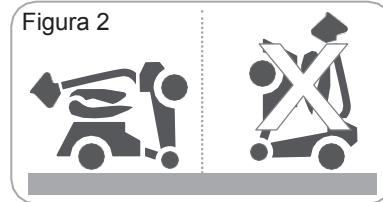

Figura 1
- El freno no funciona cuando el scooter está en posición de plegado y de pie. No coloque el scooter plegado de pie en una pendiente para evitar su desplazamiento y el riesgo de lesiones (Figura 1).